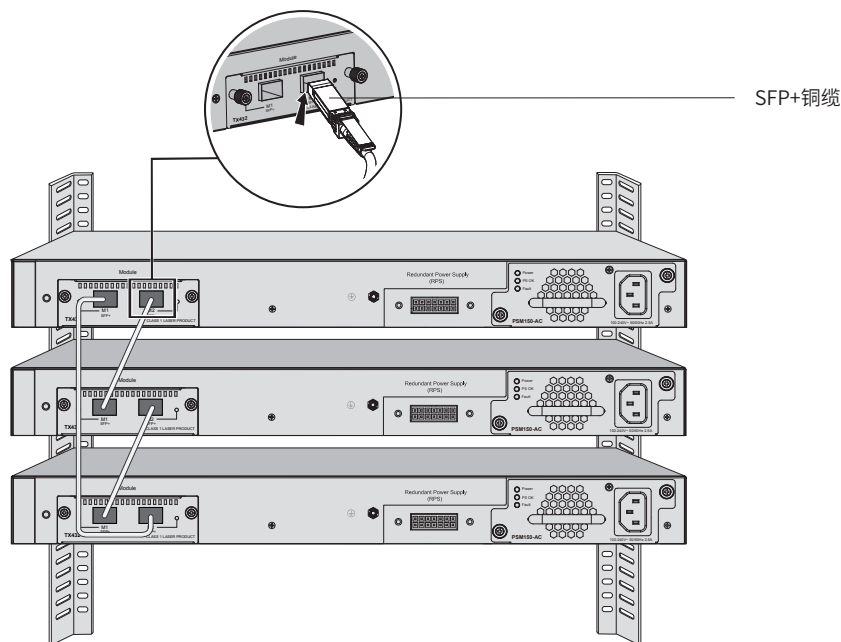

图3-7 使用接口模块扩展卡建立堆叠示意图
3. 将所有交换机断电, 然后使用SFP+铜缆 (如TP-LINK公司的TXC432-CU1M/TXC432-CU3M) 将各交换机连接在一起, 建议连接成环形拓扑结构以实现链路的冗余备份、提高网络可靠性, 如图3-7所示。